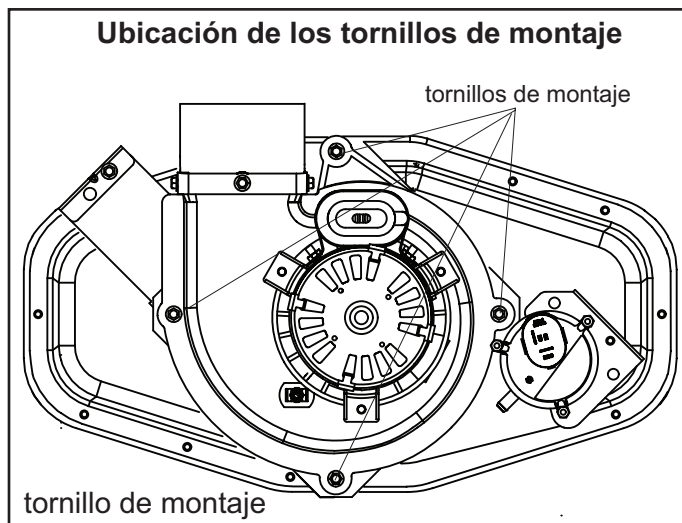

FIGURA 15
- 1 - Quite los cuatro tornillos de montaje (FIGURA 15) que sujetan el conjunto del inductor de aire de combustión/interruptor de presión a la placa de orificio. Levante y gire el conjunto 90 grados en sentido horario o contrahorario ya sea a la posición de las 3:00 horas o a la posición de las 9:00 horas y sujételo nuevamente con los cuatro tornillos. La empaquetadura debe dejarse en posición.